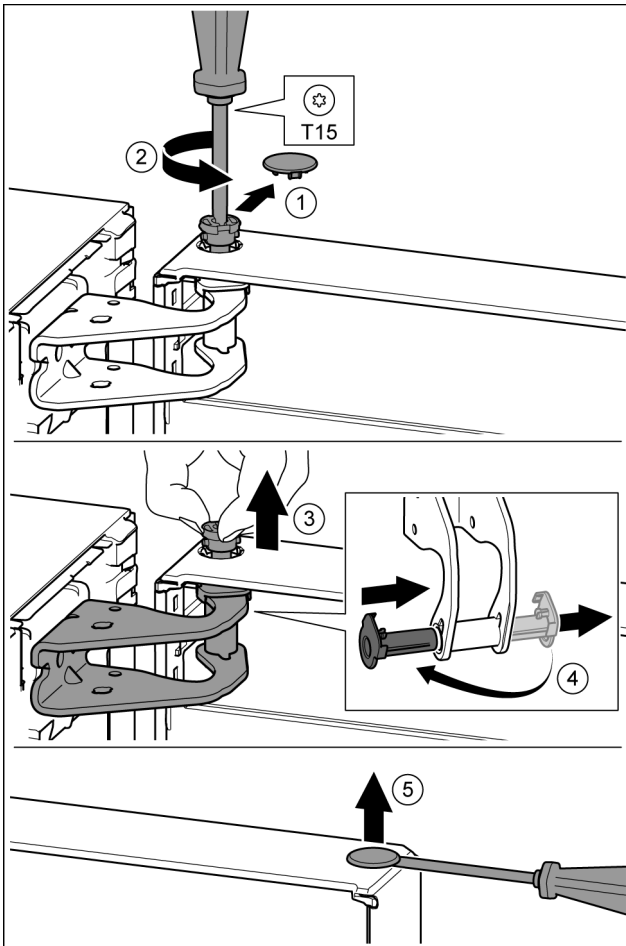

Fig. 11
- ▶ Óvatosan húzza le a biztonsági fedelet. Fig. 11 (1)
- ▶ A csapot a T15 csavarhúzóval kicsit tekerje ki. Fig. 11 (2)
- ▶ Tartsa meg az ajtót, és a csapszeget az ujjával húzza ki. Fig. 11 (3)
- ▶ Húzza ki a csapágyperselyt a vezetősínből. A másik oldalra helyezze és pattintsa be. Fig. 11 (4)
- ▶ A dugót egy hornyoltfejű csavarhúzóval óvatosan emelje ki az ajtó csapágyperselyből, és húzza ki. Fig. 11 (5)